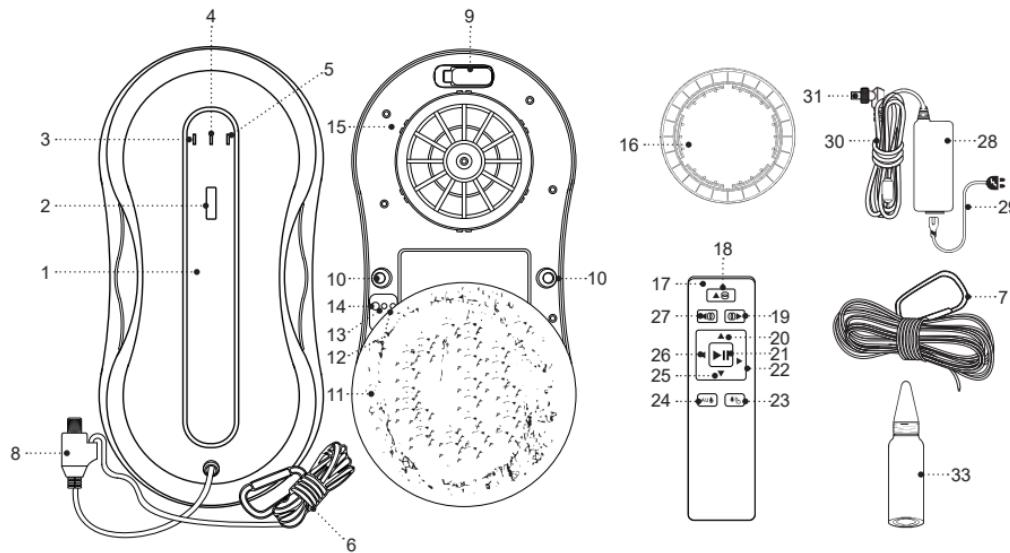

Рис. 1
- Вставьте штекер (31) шнура питания робота (30) в разъём (8) и закрутите его по резьбе, поворачивая по часовой стрелке (рис. 1).
- Вставьте шнур питания (29) в разъём сетевого адаптера (29).